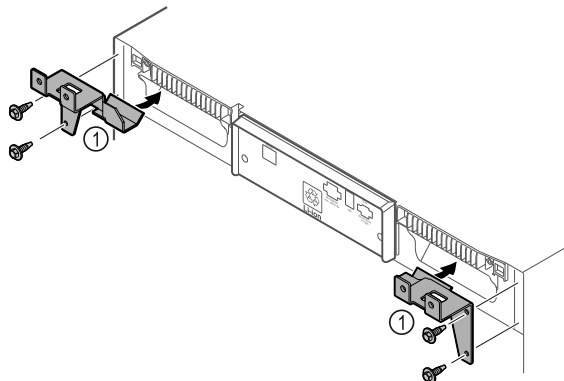

Fig. 11
- ▶ Montirajte pridržne dijelove Fig. 11 (1) s pomoću samoureznih vijaka na uređaj.